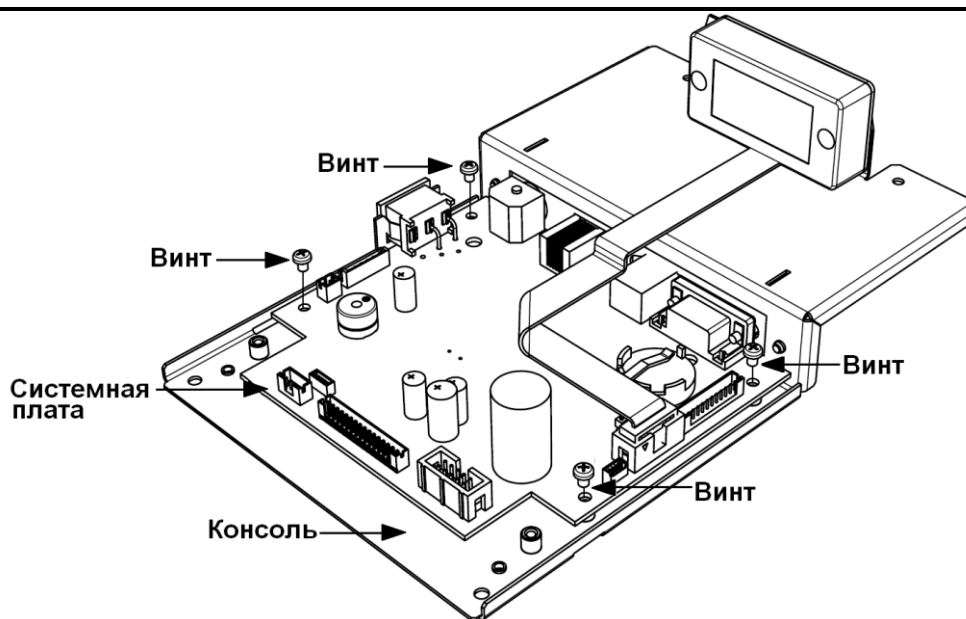

Рисунок 8 Отсоединение консоли системной платы
Отсоединение консоли системной платы (см. Рис. 8):
3. Отсоедините системную плату от консоли, открутив четыре винта, и выньте плату (см. Рис. 8).